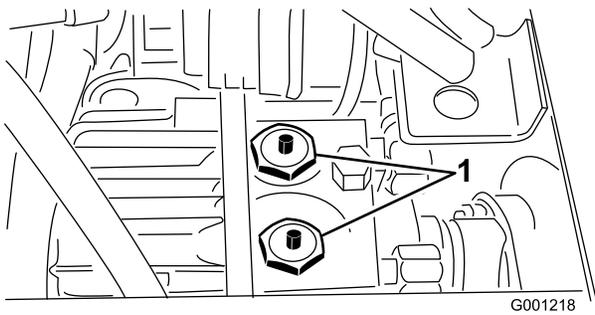

図 32
2. トランスミッション上部にある2つのチェックバルブ・アセンブリ(図 32)の中心にあるピンを押しながら牽引する。図 32 は運転席をプレートごと外した状態の写真である。